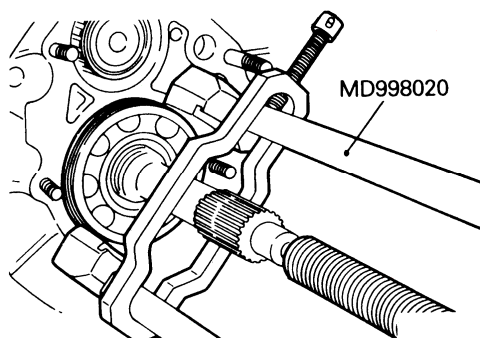

图 3-51 拆卸主驱动齿轮轴承
(14) 拆卸主驱动齿轮轴承时，如图 3-51 所示，用专用工具拆卸主驱动齿轮轴承。